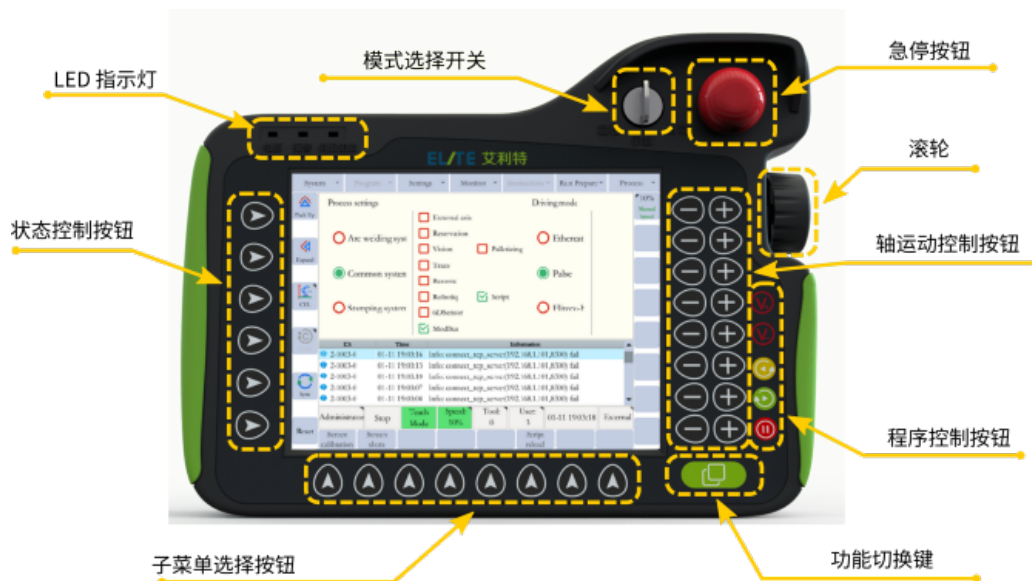

图 3-10：示教器布局（正面）
示教器的正面及其显示屏和按钮如图 3-10 所示。
5. 按下所需轴运动按钮的 +/- 按钮 (图 3-10)
当用户准备关闭系统电源时，首先将示教器上的模式（图 3-10）开关从 PLAY 或 REMOTE 转到 TEACH 以结束当前程序。